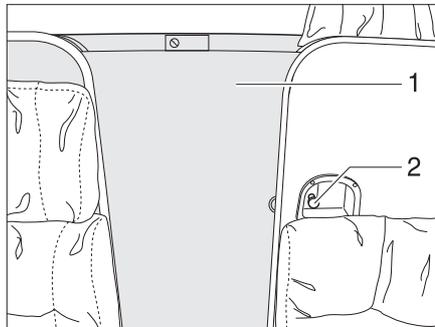
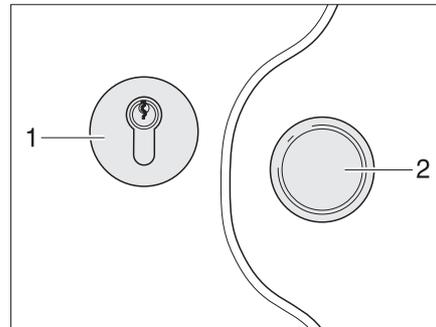

Bild 45 Fahrerhausabtrennung
Bild 46 Schloss Fahrerhaus
- Die Tür (Bild 45,1) entsichern und zuschieben.
- Den Griff (Bild 45,2) entgegen dem Uhrzeigersinn drehen, bis die Tür verriegelt ist.
- Den Griff (Bild 45,2) im Uhrzeigersinn drehen, bis die Tür entriegelt ist.
- Die Tür (Bild 45,1) aufschieben und sichern.
- Die Tür (Bild 45,1) entsichern und am Griff (Bild 46,2) zuschieben.
- Den Schlüssel in den Schließzylinder (Bild 46,1) stecken und im Uhrzeigersinn drehen, bis die Tür verriegelt ist.